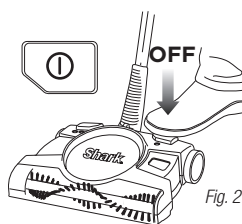

Fig. 2
- 1 Assurez-vous toujours que l'appareil est hors tension. (Fig. 2)